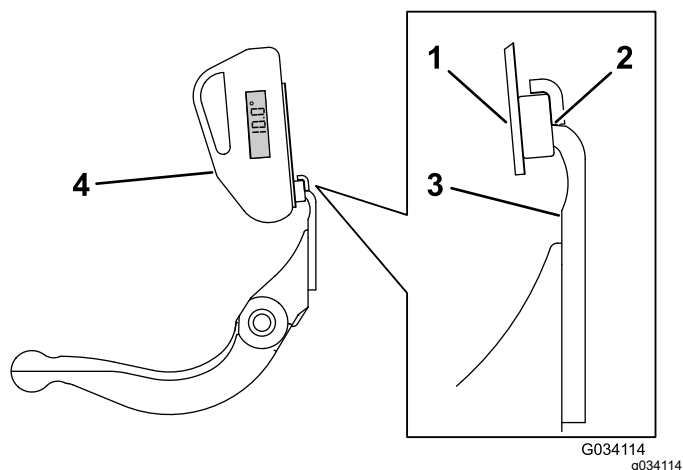

Figura 28
3. Posizionate il supporto del goniometro sul tagliente della controlama, in modo che il bordo del magnete si accoppi con il tagliente della controlama (Figura 28).
4. Posizionate il goniometro sul supporto, come illustrato nella Figura 28.